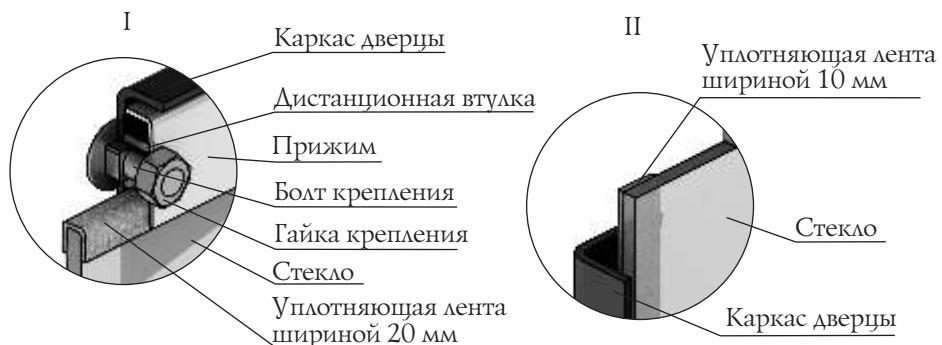

Рисунок 16. Крепление светорозрачного экрана дверцы модели «Витра»
1. Открутите две гайки, фиксирующие прижим (рисунок 16.I) и демонтируйте его и дистанционные втулки.
3. Возьмите новое стекло, если на нем нет уплотняющих лент, наклейте их: лента шириной 20 мм наклеивается сверху и снизу стекла «П»-образно (рисунок 16.I), лента шириной 10 мм наклеивается вертикально, вдоль боковых сторон стекла (рисунок 16.II).
4. Вставьте стекло в упор, при этом лента наклеенная с боковых сторон (вертикальная) должна быть зажата между стеклом и каркасом дверцы (рисунок 16.II).